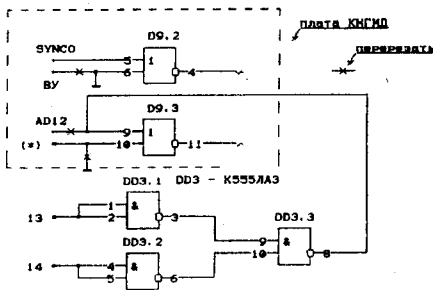

Рис. 3. Вывод (\*) соединить с AD11 (контакт 12 бокового разъема КНГМД) для обеспечения отклика ОЗУ (ПЗУ) до адреса 174000
блокировка обращений ко всем адресам при установке бита 12 (AD12). Этот модуль производит изменение зоны отклика. После его установки блокируется обращение только к адресам 170000—177777 (если произвести доработку, которая описана чуть ниже, то к адресам 174000—177777). Схема третьего модуля приведена на рис. 3.
- На плате КНГМД перережьте выводы 9, 6 и 10 микросхемы D9 (K559IP2). Выполните соединения, как показано на рис. 3 (вверху). Разорвите цепь, соединяющую вывод 23 микросхемы ПЗУ D11 (K1801PE2-326 (-253)), и в разрыв подпаяйте резистор с сопротивлением 1 КОм.